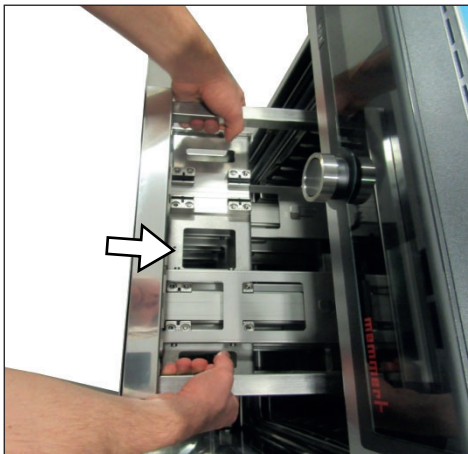

Abb. 4 IVF-Modul mit beiden Händen in die Röhre schieben
1. Das IVF-Modul beidhändig am Rahmen greifen und in die Röhre einschieben (Abb. 4).